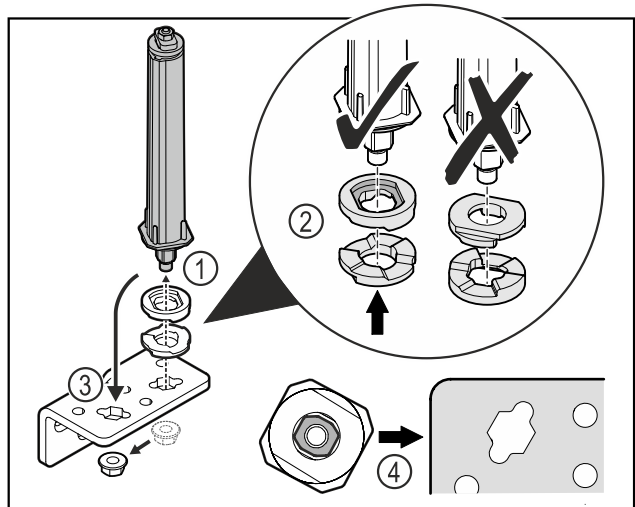

Fig. 25
- Mutter lösen und Türschließsystem entfernen Fig. 25 (1).
- Auf die korrekte Ausrichtung der Höhenverstellsscheiben achten Fig. 25 (2).
- Türschließsystem im Scharnierwinkel umsetzen und mit der Mutter fixieren Fig. 25 (3).
- Beim Einsetzen auf die korrekte Ausrichtung des Türschließsystems achten Fig. 25 (4).